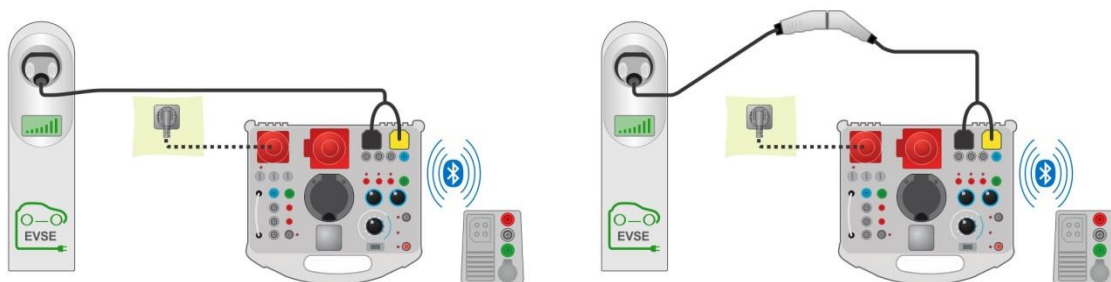
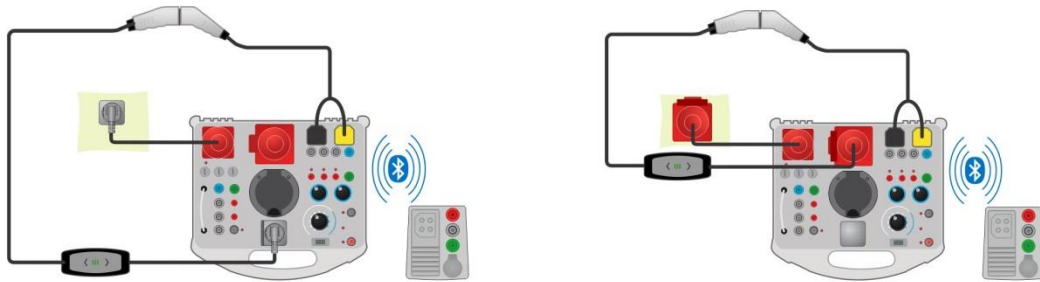
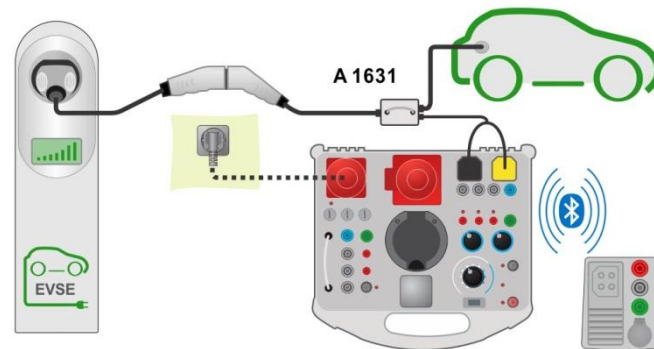

Abbildung 7.86: Diagnoseprüfung, EV Simulation und Fehler-Unterprüfungen - Anschluss an EVSE
Abbildung 7.87: Diagnoseprüfung, EV Simulation und Fehler-Unterprüfungen - Anschluss an Mode 2 Ladekabel, das vom Analyser gespeist wird
Abbildung 7.88: Diagnoseprüfung (EVSE) - Monitor- Unterprüfungen - Anschluss an EVSE oder Ladekabel
- › Schließen Sie das Ladekabel / die Ladestation an den A 1632 eMobility Analyser an. Siehe **Abbildung 7.86**, **Abbildung 7.87** und **Abbildung 7.88**. Detaillierte Informationen finden Sie in der **A 1632 E Mobility Analyser Bedienungsanleitung**.